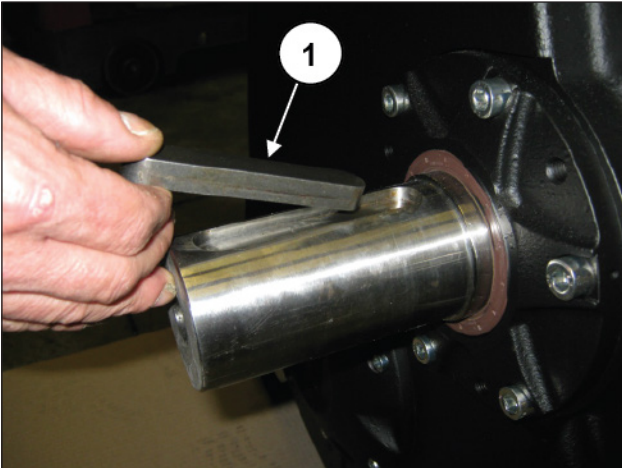

Abb. 144
Setzen Sie die Passfeder auf die Zapfwelle ein (Pos. ①, Abb. 144).